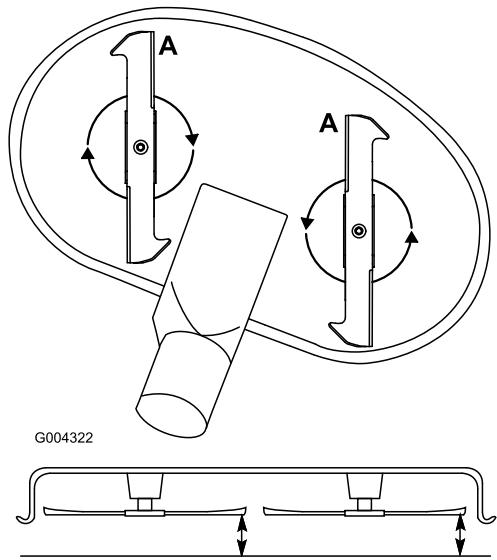

**Figure 47**
1. Examinez le tranchant des lames (Figure 47). Si elles ne sont pas tranchantes ou si présentent des indentations, déposez et affûtez les lames (voir Affûtage des lames).
2. Inspectez les lames, surtout la partie relevée (Figure 47). Remplacez immédiatement toute lame endommagée, usée ou qui présente une entaille (repère 3 de la Figure 47).